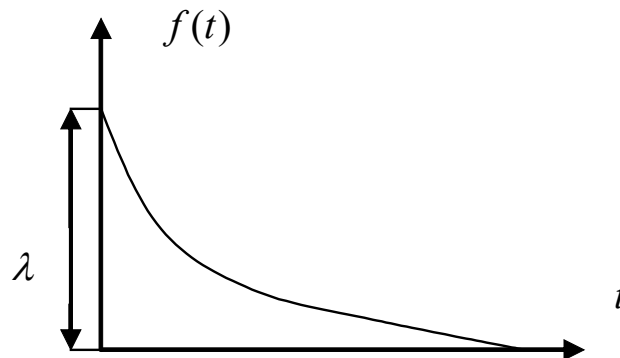

Рисунок 3 – Графік залежності щільності ймовірності відмови від часу
- щільність ймовірності відмови (рис. 3)